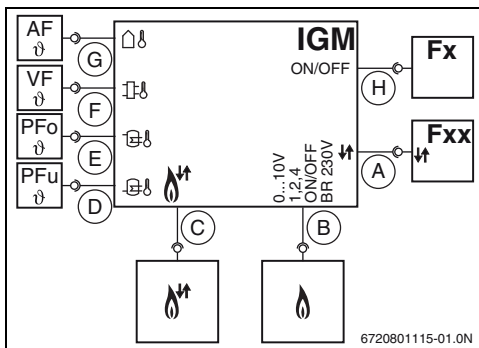

Fig. 2 Schéma de base
Un régulateur FR/FW... et autres modules de régulation doivent toujours être branchés sur la borne [A] (→ fig. 2, page 4) et pas directement au générateur de chaleur avec bus bifilaire.
- **FWx** : régulation à sonde extérieure avec affichage texte destinée à réguler une installation de chauffage avec circuits de chauffage avec ou sans vanne de mélange. Le régulateur FWx doit être connecté aux bornes (A ou C) de l'IGM (→ fig. 2, page 4).
- **VF/SF4** : sonde de température de départ du système pour le branchement aux bornes [F], ou sur les installations avec ballon tampon central à la borne [E] et en option PFu à la borne [D] (→ fig. 2, page 4).
En plus des fonctions de la configuration I, il est également possible de réguler en cascade un appareil de chauffage avec bus bifilaire. Les priorités de la cascade (quel appareil de chauffage doit démarrer en premier) sont réglés de manière définitive sur l'écran du module IGM. Selon le réglage, l'appareil de chauffage est raccordé en modulation avec un bus bifilaire (→ fig. 2, page 4, bornes A). Selon le régulateur raccordé, 2 variantes de système sont possibles (→ para. 2.6, page 7).
Régulateur de chauffage avec modulation (en fonction des intempéries) avec commande bus bifilaire. Cette variante permet aux modules de communiquer pour la commande des circuits de chauffage (IPM) avec le module IGM via le BUS commun parallèle au raccordement A sur le module IGM (→ fig. 2, page 4). Ce système garantit l'adaptation optimale de la quantité de chaleur produite par tous les circuits de l'installation de chauffage aux besoins réels. Le module ISM avec la fonction brevetée « Solar Control Unit Inside » permet également d'intégrer de manière optimale une installation solaire au système de régulation. Grâce à cette variante du système, l'installation de chauffage assure un confort optimal pour une économie d'énergie maximale.